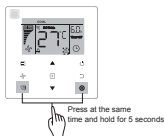

Figura 6.15
- 2) Ligue **"Siga-me"**: Quando a função **"Siga-me"** estiver desligada, prima os botões ☰ (Oscilar) e ● (Confirmar) ao mesmo tempo durante 5 segundos para iniciar novamente a função **"Siga-me"**, e o ícone ☰ é exibido (ver Figura 6.15).